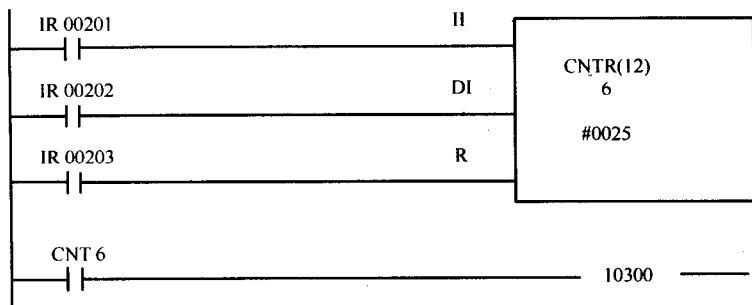

图 4-8 CQM1 保持计数器和使用了保持计数器的完成标志的一条指令
CQM1 计数器其中一种类型为可逆计数器 (CNTR (12)), 如图 4-8 所示。当在复位 (R) 输入的控制逻辑变为真时, 计数器的值 “0” 将复制到 TC 区域的为计数器的当前值 (PV) 保留的存储器单元。PV 值保持为零直至 R 控制逻辑变为假。若复位 (R) 逻辑为关, 则在每次 II 输入的控制逻辑变为真时, 计数器的 PV 值增 1, 或每次计数器的 DI 输入的控制逻辑变为真时, PV 值减 1。(如果 II 和 DI 输入逻辑条件两者同时都变为真, 则 PV 值不改变。) CNTR (12) 指令的 PV 值是循环的: 可以减量到 0 以下, 这种情况下 PV 自动重新载入设定值 (SV) 并由设定值开始减量计数; 或可以在 SV 值上增量计数, 在这情况下, PV 值跳到 0 并从 0 开始增量计数。当计数已减少至小于 0、等于 SV, 或已增量至大于 SV、等于 0 时, CNTR (12) 指令的完成标志 (CNT 6) 变为开, 但将一直保持开到下一次计数改变。计数器的 SV 值可以输入作为 CNTR (12) 指令的一个参数, SV 值可以是一个四位十进制数常量 (例如, #0025, 如图 4-8 所示) 或是存储 16 位 BCD 码的地址。